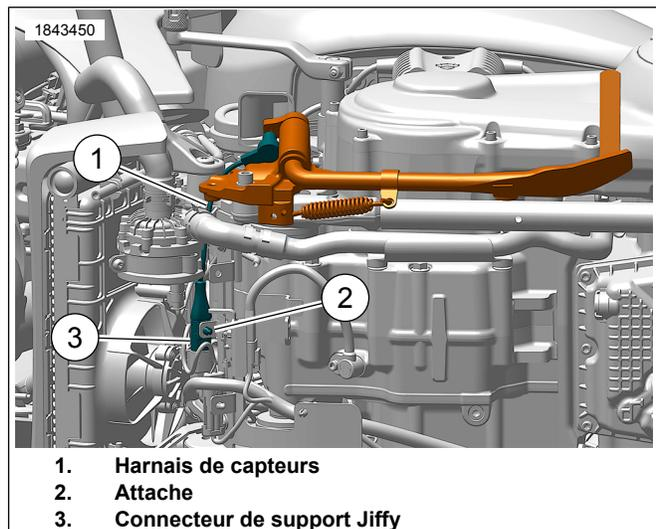

Figure 2. Installation du harnais
3. Voir la Figure 2. Faisceau d'itinéraire (1) vers le connecteur de support jiffy (3).
4. Fixez le connecteur du harnais avec le clip (2).